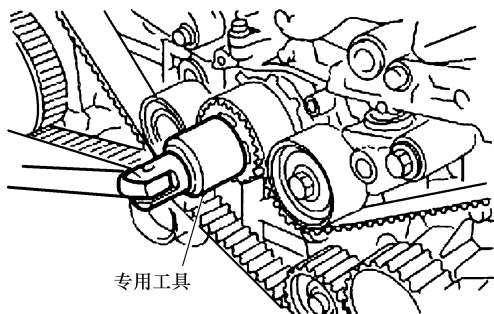
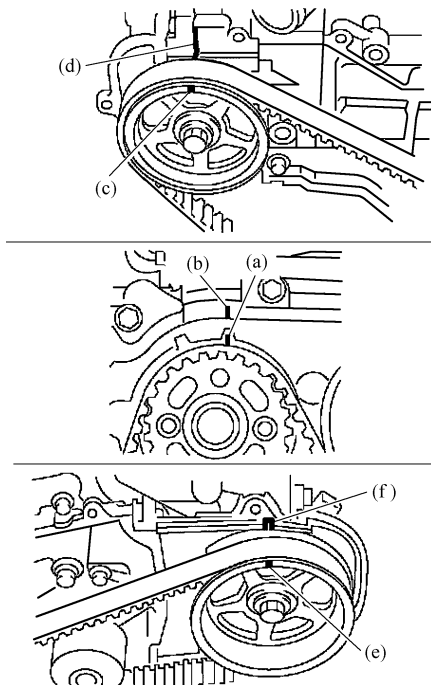

图 27-33 用专用工具转动曲轴
图 27-34 对齐标记
① 按照图 27-33 所示，用专用工具转动曲轴，使链轮上的标记 a 与气缸体上的缺口 b 对齐。然后确保右侧凸轮轴链轮标记 c，凸轮盖和气缸盖配合面 d 或左侧凸轮轴链轮的标记 e 和正时带罩上的槽口 f 已经调整好，见图 27-34。